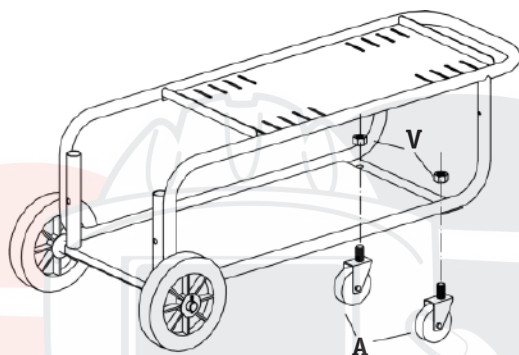

Рис. 6.3. Установка передних колес.
2. Установите передние поворотные колеса (См. рис. 6.3).